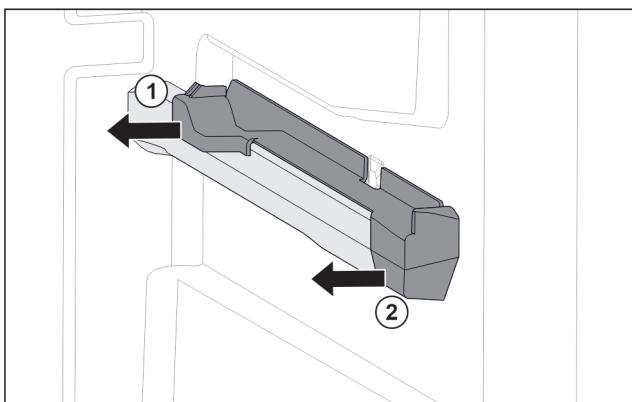

Fig. 77 Наставка върху дясното ребро на съда
- Извелете наставката отзад настрани. Fig. 77 (1)
- Извелете наставката отпред настрани. Fig. 77 (2)